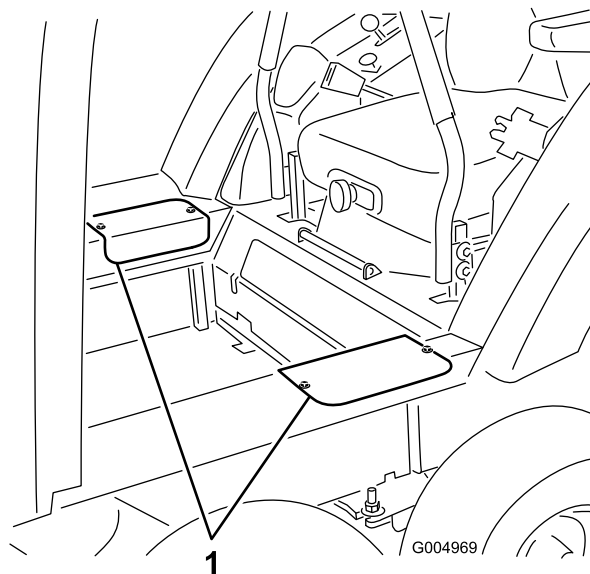

Figura 50
24. Instale las tapas de acceso lateral con los tornillos que retiró anteriormente (Figura 50).